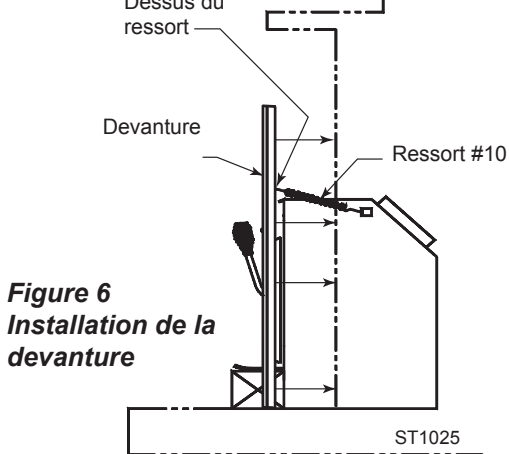

Figure 6
1. Accrocher un bout du ressort dans le trou sur ahut du poêle. (Fig. 6)